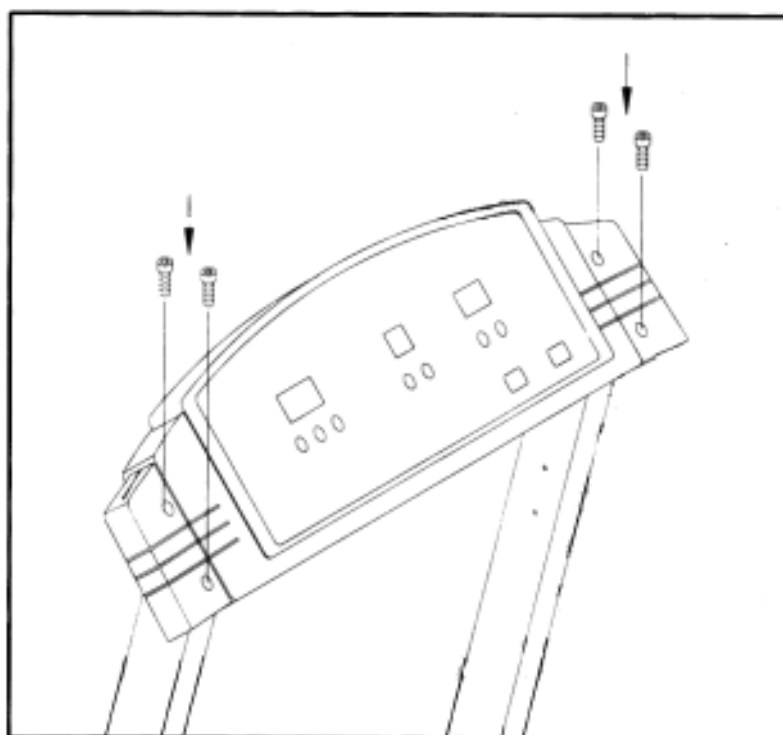

Fig.4
6. Plaats de computer op de juiste plaats, maar maak deze nog niet vast (zie Fig. 4).